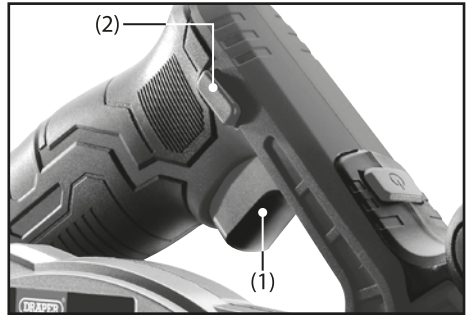

FIG.7
9.1 ON/OFF TRIGGER SWITCH – FIG.7